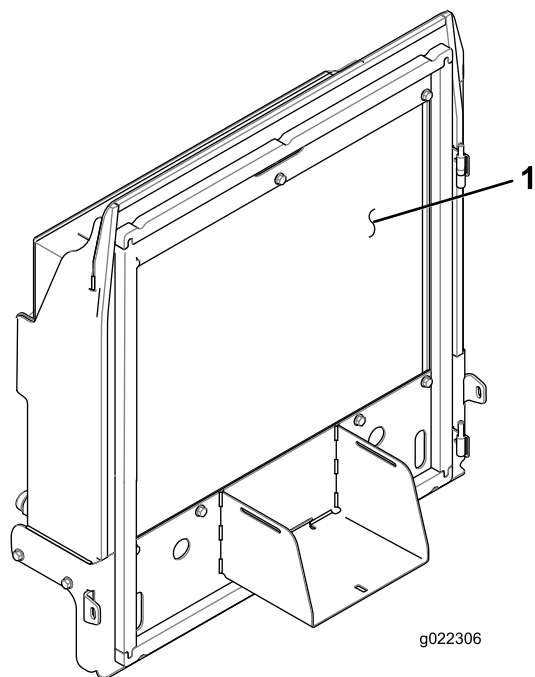

Рисунок 87
4. Тщательно очистите сжатым воздухом обе стороны радиатора/маслоохладителя (Рисунок 87).